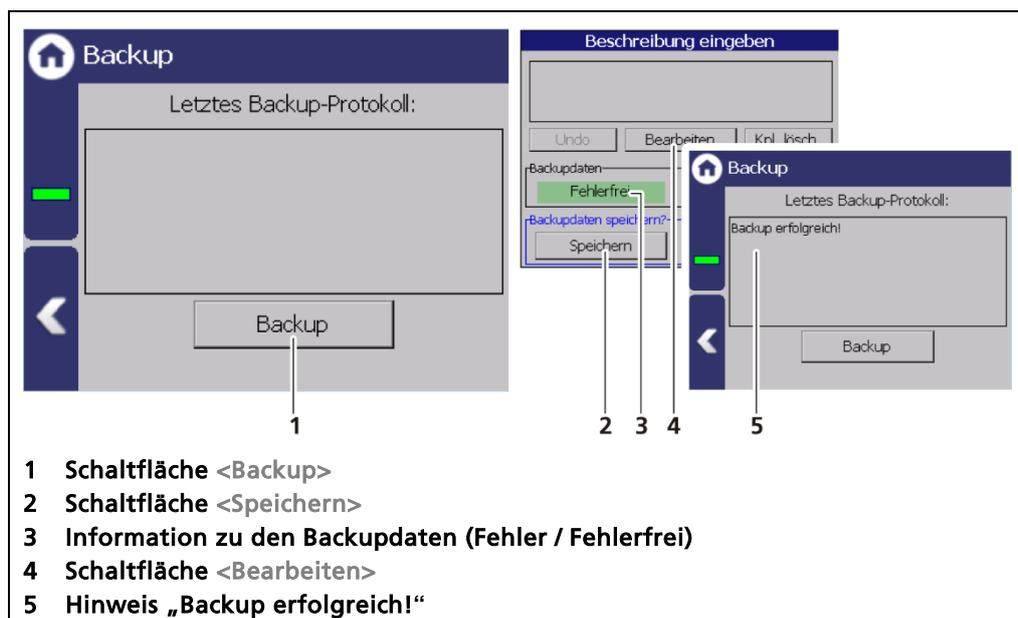

Abb. 133 Backup
2. Der USB-Speicher wird nach einigen Sekunden vom System erkannt und die Schaltfläche <Backup> (Abb. 133, Pos.1) kann angeklickt werden.
3. Klicken Sie auf die Schaltfläche <Backup> (Abb. 133, Pos.1).
- ▶ Im Feld „Backupdaten“ erscheint bei vorhandenen und fehlerfreien Backup-Dateien die Meldung "Fehlerfrei" (Abb. 133, Pos.3).
- 5. Klicken Sie auf die Schaltfläche <Speichern> (Abb. 133, Pos.4).
- ▶ Bei erfolgreichem Kopiervorgang erscheint der Hinweis „Backup erfolgreich!“ (Abb. 133, Pos.5).